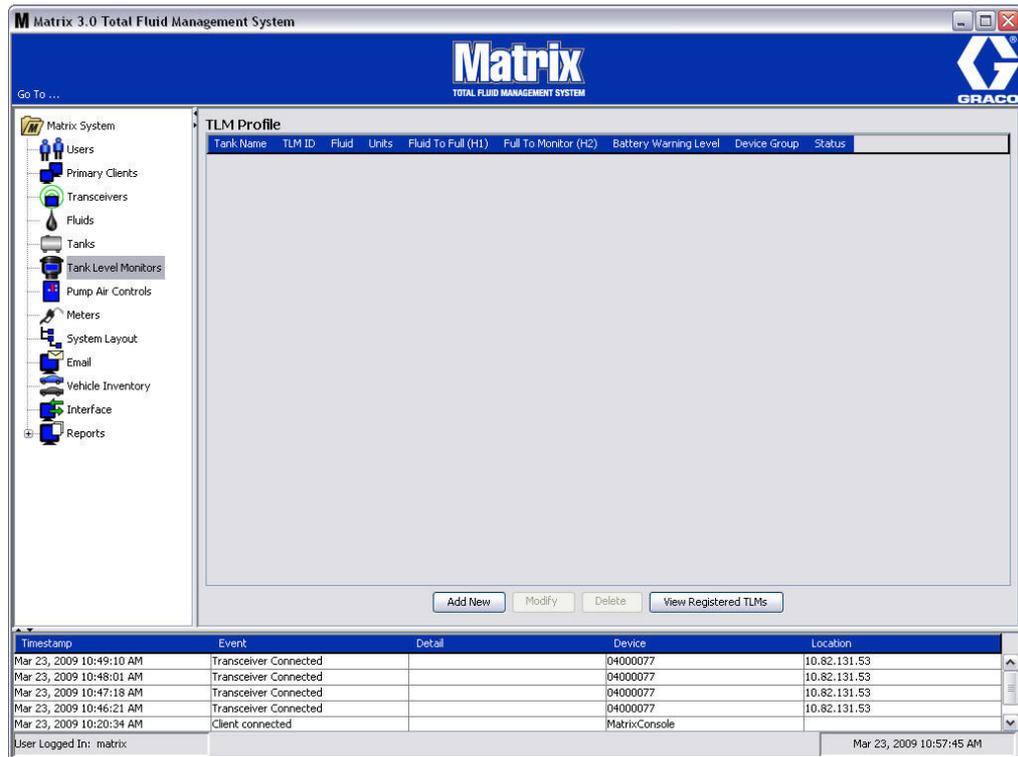

FIG. 107
La schermata mostrata nella FIG. 107 a pagina 85 è utilizzata per aggiungere, modificare, rimuovere e creare un profilo per i Monitor del livello del serbatoio (TLM) in un sistema Matrix. Ciascun Monitor del livello del serbatoio (TLM) Matrix l'ha incorporato in un ID dispositivo unico. L'ID dispositivo è ciò che differenzia un TLM da un altro.
2. Per creare un profilo e aggiungere un nuovo monitor del livello del serbatoio al sistema Matrix, fare clic sul pulsante Add New (Aggiungi nuovo) (FIG. 107).